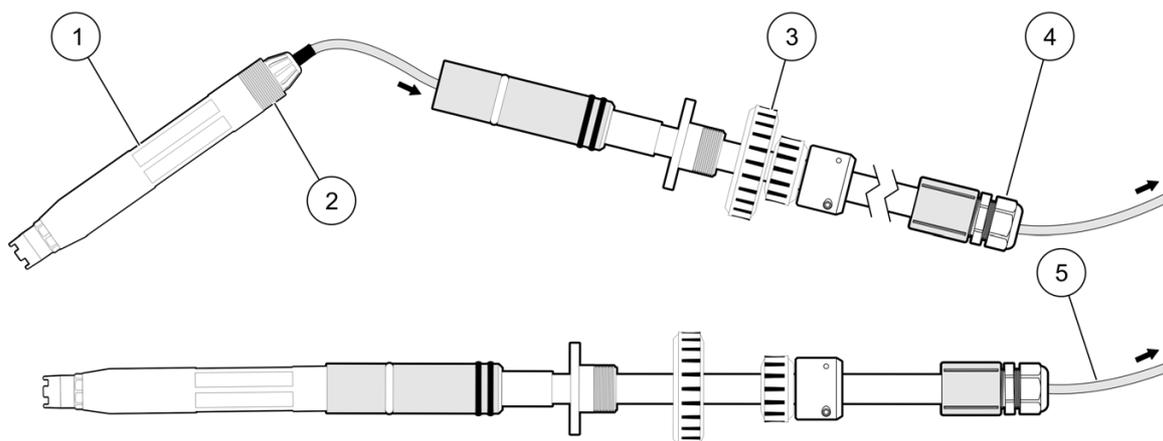

Abbildung 3 Befestigen des Sensors an der Schaftbaugruppe
6. Zum Abdichten die Sensorgewinde am Kabelende mit Teflonband umwickeln (Rohrdichtungsmasse mit Teflon®, Locktite Nr. 59321 oder Äquivalent, gewährleistet möglicherweise keine ausreichende Abdichtung bei höheren Lösungstemperaturen). Den Sensor auf der Schaftbaugruppe anbringen. Siehe Abbildung 3.